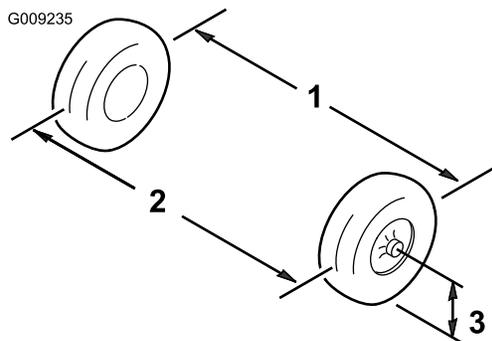

Figura 38
1. Meça a distância entre os pneus dianteiros à altura do eixo na zona dianteira e traseira dos pneus dianteiros (Figura 38).